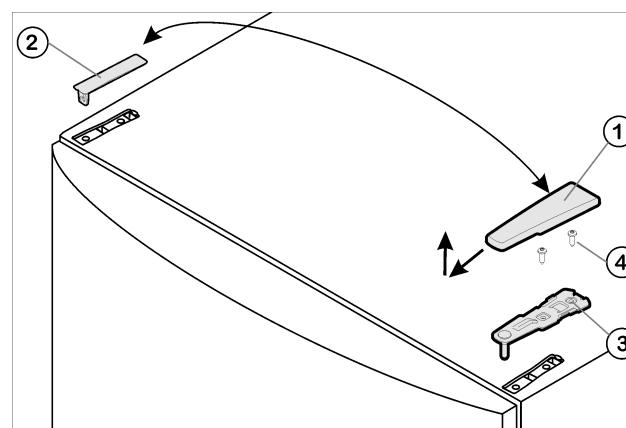

Fig. 5
- Enlever le cache Fig. 5 (1) vers l'avant et vers le haut.
- Retirer le cache Fig. 5 (2).
- Dévisser le support d'appui supérieur Fig. 5 (3)(2 Torx® 25) Fig. 5 (4) et retirer vers le haut.
- ▶ Placer le support d'appui supérieur *Fig. 5 (3)* sur le nouveau côté charnière de porte.
- ▶ Visser le support d'appui supérieur à fond (avec 4 Nm) (2 Torx® 25) *Fig. 5 (4)*. Pointer les trous de vissage ou utiliser une visseuse sans fil.
- ▶ Faire encliquer le cache *Fig. 5 (1)* et le cache *Fig. 5 (2)* du côté opposé.